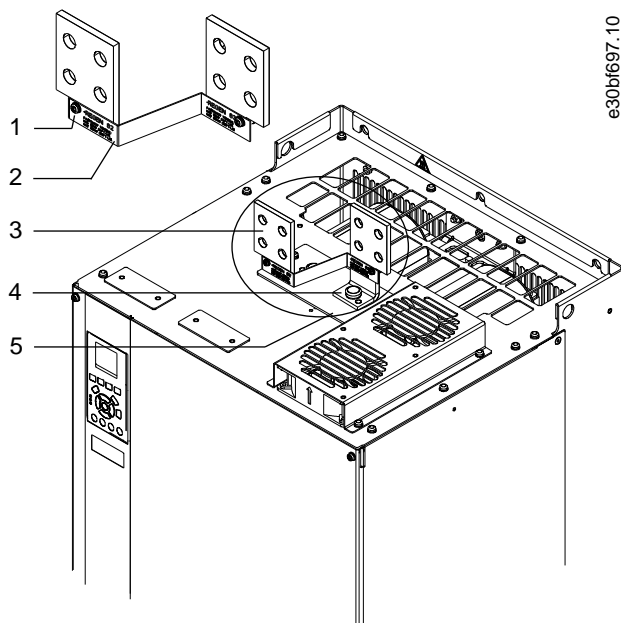

Abbildung 15: Anschlussklemmen für Zwischenkreiskopplung/Rückspeiseeinheit
5. Bringen Sie das Etikett vor den Klemmen an wie in Abbildung 15 dargestellt. Befestigen Sie dies mit 2 M4-Schrauben mit einem Anzugsmoment von 1,2 Nm (10 in-lb).